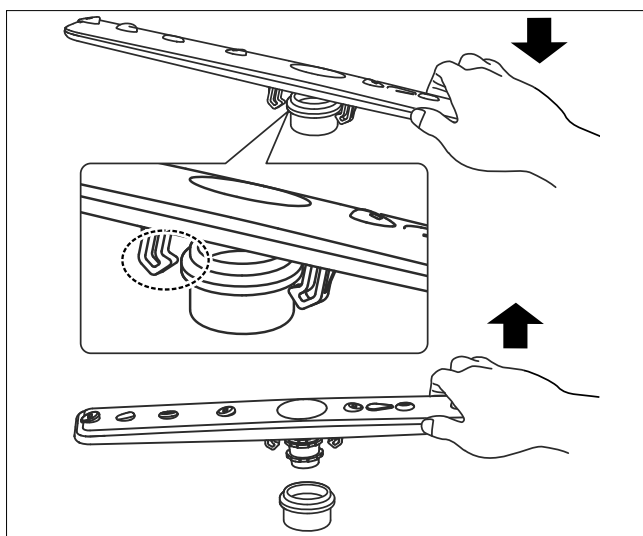

Abb. 22 – Sprüharme herausnehmen
- Entfernen Sie die Sprüharme (1 und 2) im Innern des Gerätes (siehe **Abb. 22**), um sie zu reinigen. Ziehen Sie jeweils den Sprüharm aus der Befestigung.